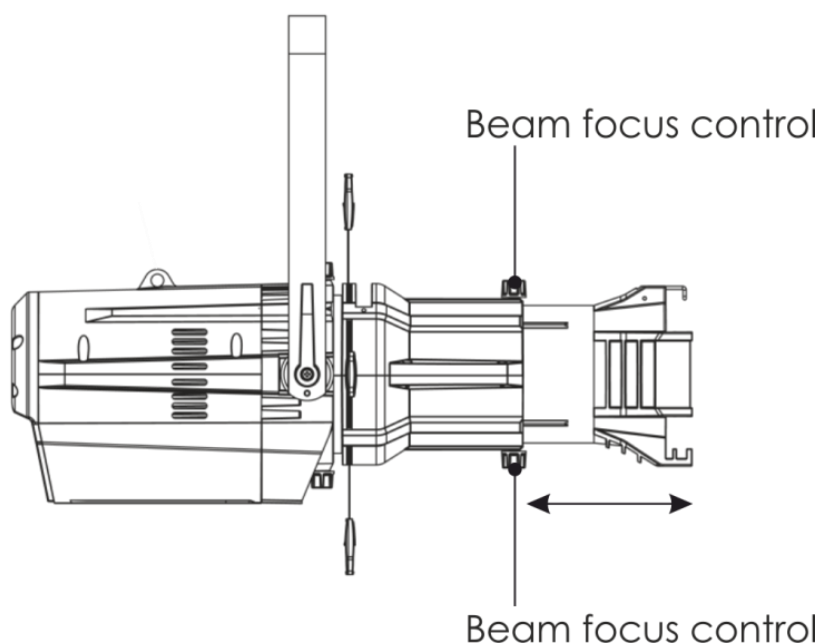

Fig. 04
- 01) Afloje los controles de enfoque del haz de luz (beam focus controls) situados debajo del barril (Fig. 04).